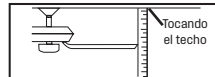
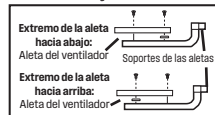

Figura 1
Figura 2
4. La mayoría de los problemas de oscilación del ventilador ocurren cuando los niveles de las aletas no son iguales. Compruebe este nivel seleccionando un punto en el cielorraso sobre el extremo de una de las aletas. Mida la distancia como se muestra en la Figura 1. Manteniendo la medición con un margen de 3 mm, gire el ventilador hasta que la próxima aleta esté colocada en el sitio para la medición. Repita el procedimiento para cada aleta. Si los niveles de las aletas son diferentes, puede ajustar los niveles de las aletas usando el siguiente procedimiento: Para ajustar hacia abajo el extremo de una aleta, inserte una arandela (no incluida) entre la aleta y el soporte de la misma en el tornillo más cercano al motor (Figura 2). Para ajustar hacia arriba el extremo de una aleta, inserte una arandela (no incluida) entre la aleta y el soporte de la misma en los dos tornillos más alejados del motor (Figura 2).